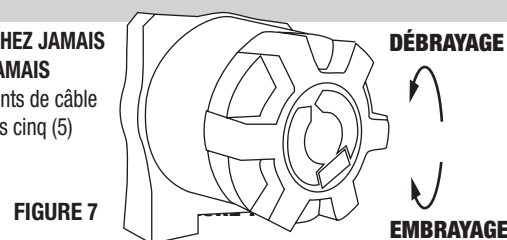

FIGURE 7
Tournez la poignée de débrayage manuel jusqu'à la position de débrayage indiquée sur le schéma (FIGURE 7). **NE DÉCLENCHÉZ JAMAIS LE DÉBRAYAGE MANUEL POUR PASSER EN ROUE LIBRE QUAND UNE CHARGE EST APPLIQUÉE AU TREUIL. NE FORCEZ JAMAIS LA POIGNÉE DE DÉBRAYAGE.** Relâchez la tension sur la poignée de débrayage manuel pour faire défiler quelques enroulements de câble métallique. Relâchez le débrayage manuel et tirez le câble pour l'attacher à l'ancre ou à la charge. Vérifiez qu'il reste au moins cinq (5) enroulements de câble autour du tambour. Réenclenchez le tambour en tournant la poignée de débrayage jusqu'à la position d'embrayage. (FIGURE 7)
Étape 4 Tournez la poignée de débrayage manuel jusqu'à la position de déclenchement (voir FIGURE 7). Tirez pour dérouler du tambour 1,60 m (5 pieds) de câble métallique. Remettez la poignée du débrayage sur la position d'embrayage. Activez le câble du treuil pour enrouler/dérouler alternativement en appuyant sur l'interrupteur de la télécommande afin de vérifier la direction de rotation du tambour. L'interrupteur est étiqueté « IN » pour enrouler et « OUT » pour dérouler. Quand on relâche l'interrupteur, ce dernier se place automatiquement sur la position d'arrêt (OFF). SI CELA NE SE PRODUIT PAS, DÉBRANCHEZ LA FICHE DE LA PRISE. Si le tambour tourne dans la mauvaise direction, consultez la section Dépannage du présent manuel ou composez le 1-800-533-7372 pour obtenir l'aide du service après-vente.